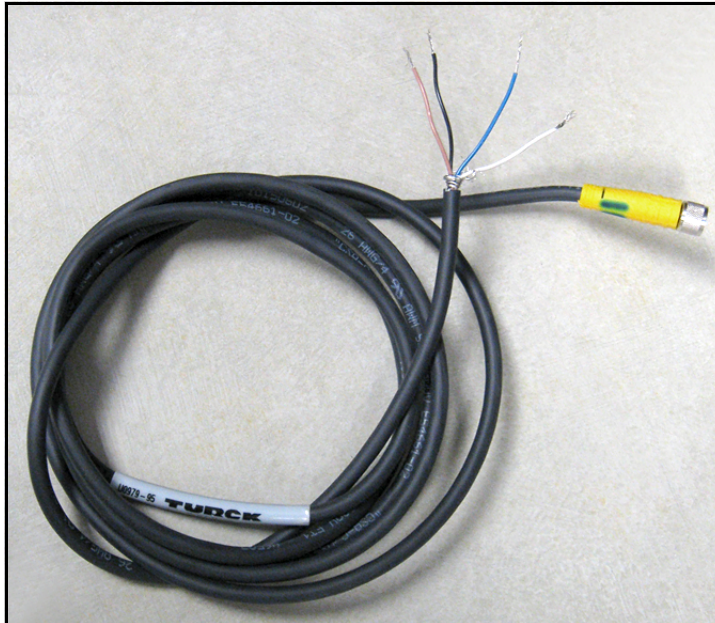

Figure 26: IQ.probe-Kabel mit vier Leitern
1. Stecken Sie das Ende des Messkopfkabels (siehe *Figure 26* unten) mit dem Stecker auf den Messkopf auf und drehen Sie den Steckerkopf im Uhrzeigersinn, bis er fest sitzt.